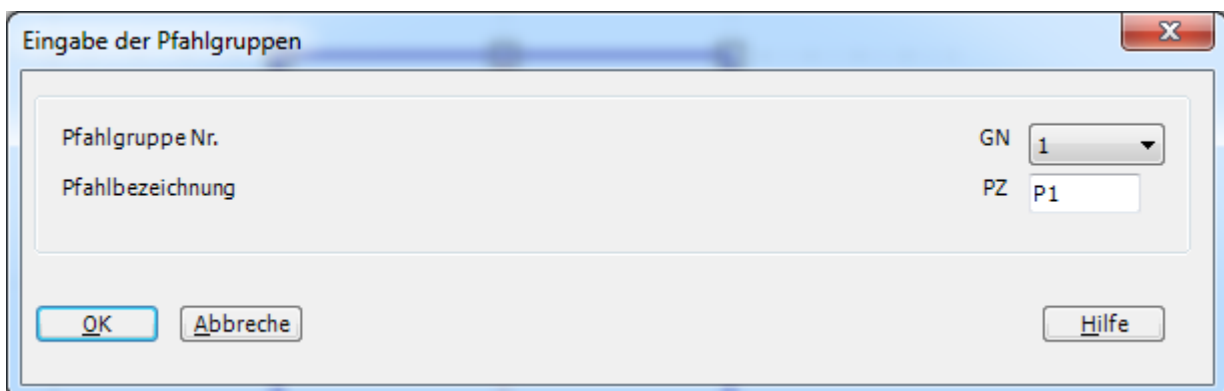

Bild 11.19 Dialogbox "Eingabe der Pfahlgruppen"
- Die Dialogbox "Eingabe der Pfahlgruppen" (Bild 11.19) erscheint. Klicken Sie auf "OK"